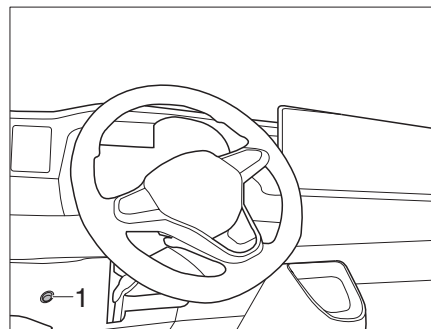

Fig. 321 Interruttore di accensione/spegnimento barra luminosa a LED
- ▶ Controllare regolarmente il funzionamento della barra luminosa e del pulsante di accensione/spegnimento (Fig. 321,1).
- Azionare il pulsante di accensione/spegnimento (Fig. 321,1) a sinistra sotto il volante.